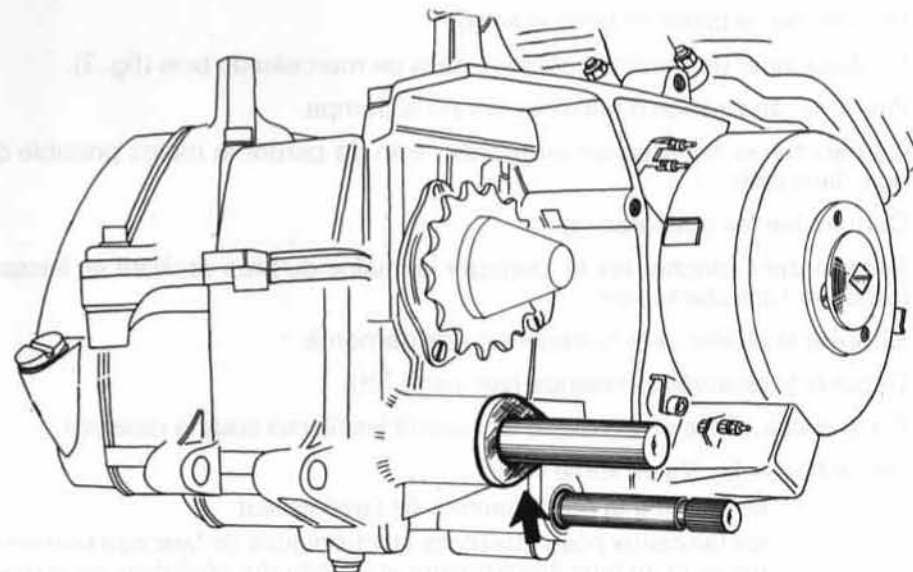

FIG. 2
- Sortir les cintres d'échappement des cylindres en tournant et en tirant (les orienter vers le bas, fig. 2).